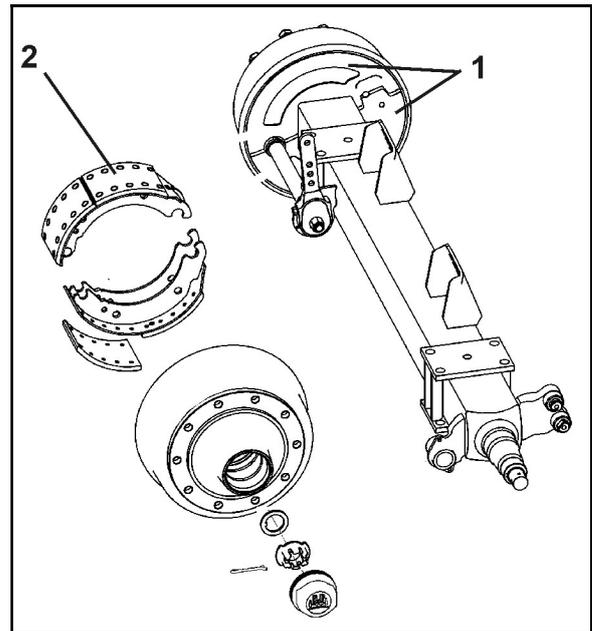

Fig. 101
1. Desenroscar las dos cubiertas protectoras (Fig. 101/1) de la parte interior del tambor de freno.
La suciedad procedente del exterior puede acumularse sobre los forros del freno (Fig. 101/2) y perjudicar seriamente al rendimiento de frenado.